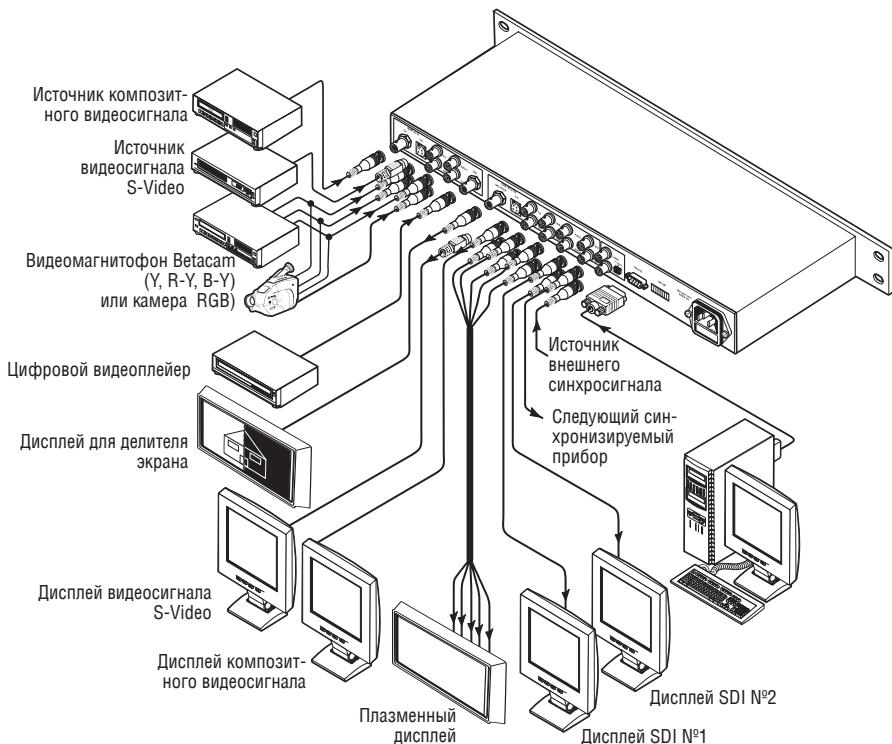

Рис. 3. Подключение цифрового видеопроцессора SP-11D
SP-11D можно использовать для преобразования композитного видеосигнала, сигнала s-Video, компонентного видеосигнала (YUV или RGB/S), сигналов SDI в композитный видеосигнал, сигнал s-Video, компонентный видеосигнал (YUV, RGsB, RGBS, RGBHV) и сигнал SDI, при этом выходной сигнал выдается одновременно во всех форматах (если нужен только один формат, оставьте ненужные выходы неподключенными). Результат преобразования исходное изображение можно для контроля вывести одновременно на один экран, как показано на рис. 3.
8. Подключите сетевой шнур2 (на рис. 3 не показан).
На рис. 3 приведен пример подключения **SP-11D**.